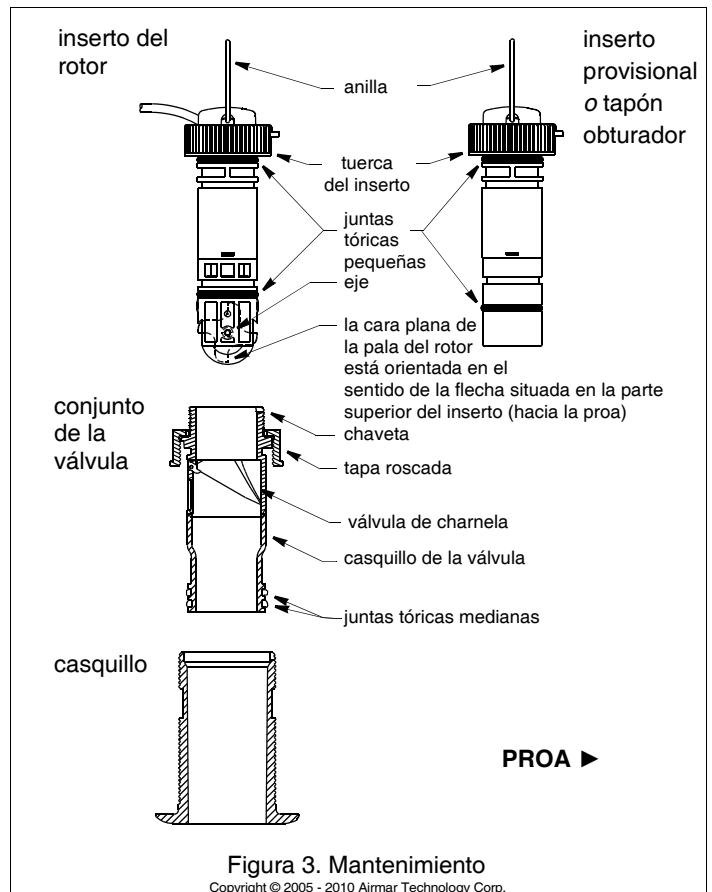

Figura 3. Mantenimiento
5. Cuando el sellador marino se haya secado, revise las juntas tóricas del conjunto de la válvula (cámbielas según sea necesario) y lubríquelas con el lubricante de silicona que se incluye (figura 3). Las juntas tóricas deben estar intactas y bien lubricadas para resultar estancas.
1. Coloque la tuerca del INSERTO en la parte superior de tapón obturador largo. Sujete la anilla al tapón en la tuerca del inserto (figura 3).
5. Coloque el tapón obturador largo en el casquillo (figura 3). Asíntelo en su emplazamiento empujando con un movimiento de giro hasta que la chaveta se acople en la muesca. Rosque la tuerca del INSERTO y apriétela **a mano** solamente. No apretarlas en exceso.
2. Revise las juntas tóricas (cámbielas según sea necesario) y lubríquelas con lubricante de silicona o con vaselina (Vaseline®) (figura 3). La junta tórica debe estar intacta y bien lubricada para resultar estanca.
6. Limpie, repare o cambie el conjunto de la válvula de manera que la válvula de charnela se mueva libremente y quede asentada contra el casquillo (figura 3).
1. Con el eje del rotor nuevo, empuje el eje antiguo unos 6 mm (1/4") hacia fuera (1/4"). Con unos alicates, extraiga el eje antiguo (figura 3).